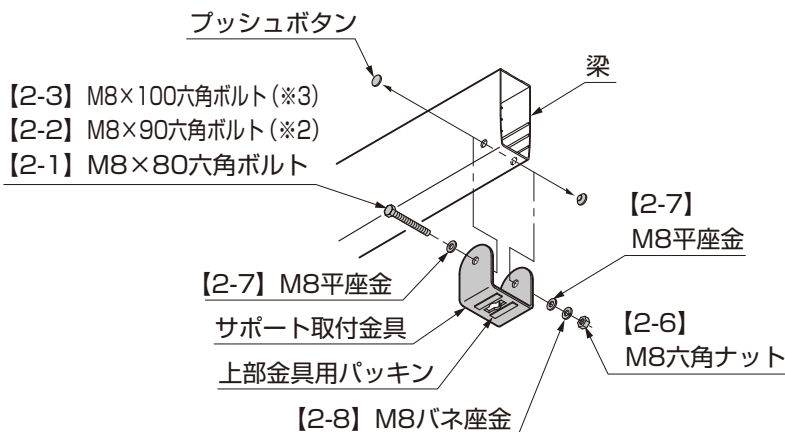

図3-2
①梁先端の側面に付いているプッシュボタンを外して、サポート取付金具を梁に【2-1】、【2-6】、【2-7】、【2-8】で取付けてください。(図3-2参照)